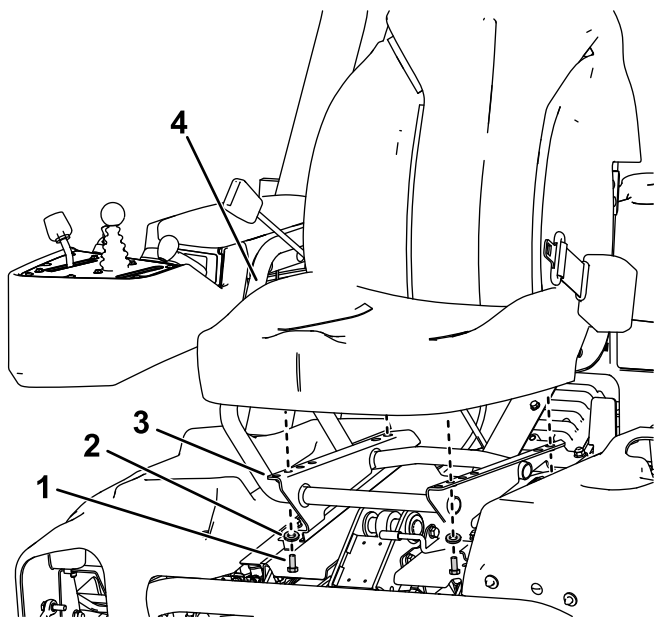

Figura 4
3. Prenda o assento na base do assento com os 4 parafusos e arruelas removidos anteriormente (Figura 4).